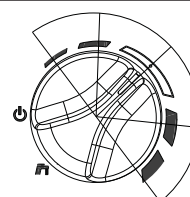

Fig. 4.20
A) senza visualizzatore come da configurazione standard. In questo caso i valori vengono impostati con la rotazione della manopola riscaldamento - vedi fig. 4.20